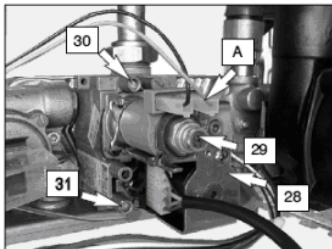

fig. 7.2
Depois de cada medição das pressões do gás, **tornar a fechar bem as tomadas de pressão utilizadas (31 e 30 na fig. 7.2).** Depois da cada operação de regulação gás os **órgãos de regulação da válvula devem ser lavados.**
- 2 Com a caldeira desligada (fora de serviço), controlar a pressão de alimentação utilizando a tomada 31 na fig. 7.2 e confrontar o valor lido com aqueles apresentados na tabela. **Pressões de alimentação gás** à pág. 11, 12, 13
- 4 Abrir a tomada de pressão 30 na fig. 7.2 e ligar um manómetro,
Para tarar a pressão do queimador agir na porca em latão do operador modulante 29 na fig. 7.2
- 8 Desligar o fio de alimentação "A" do operador modulante 29. Fazer atenção que não chegue a tocar as partes metálicas da caldeira fig. 7.2
Para tarar a pressão ao queimador agir no parafuso de plástico tendo fixa a porca em latão do operador modulante 29 na fig. 7.2
- 10 Ligar o fio de alimentação "A" do operador modulante fig. 7.2
- 12 Fechar a tomada de pressão 30 na fig. 7.2
- 4 Abrir a tomada de pressão 30 na fig. 7.2 e ligar um manómetro.